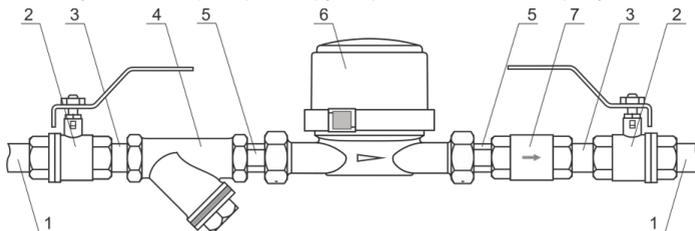

Рисунок 3 – Пример монтажа счётчика в трубопровод
- отсутствие на сборке (см. рисунок 3) видимых повреждений в виде сколов и вмятин, следов коррозии материалов, а также отсутствие натекания воды на счётчик в связи с негерметичностью трубопроводов;